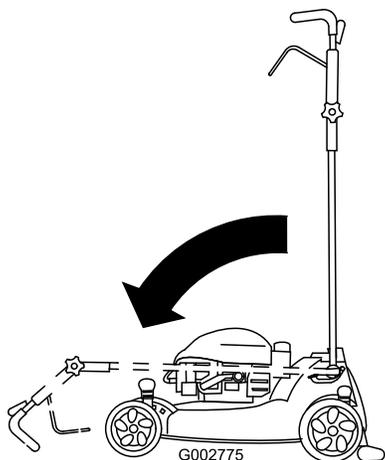

**Figure 50**
2. Amenez le guidon à la position verticale (Figure 50).